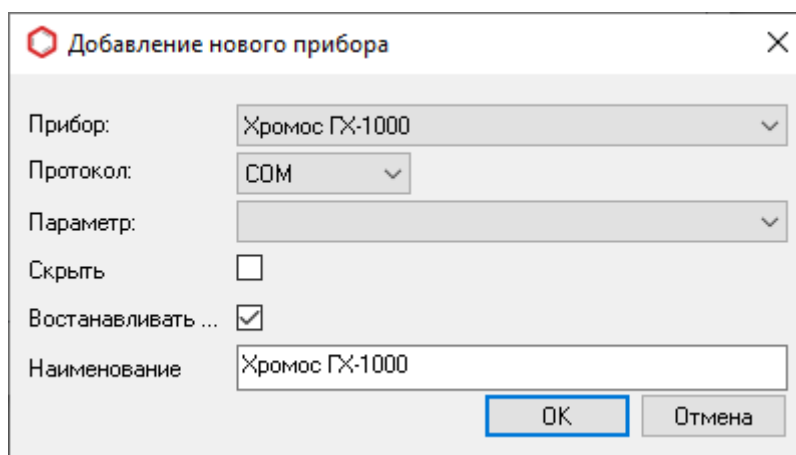

Рис. 106: Окно «Добавление нового прибора»
6. Чтобы добавить прибор, нажмите  **Добавить**. Откроется окно *Добавление нового прибора* (Рис. 106):